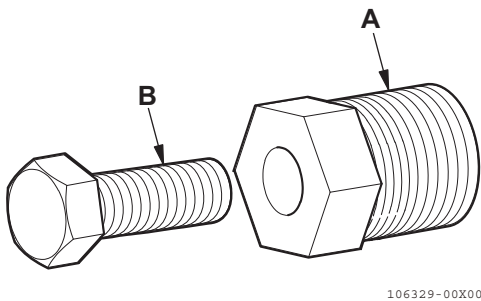

Figura 14
2. Installare l'estrattore (**Figura 14, (A)**) nella girante.
3. Ruotare la vite di pressione (**Figura 14, (B)**) in senso orario per estrarre la girante dal corpo della pompa.